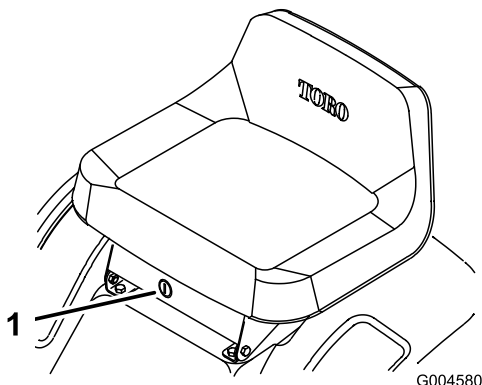

Bild 15
Hvis du skal bruge kraftudtaget, mens du bakker, kan du slå denne sikkerhedsfunktion fra ved hjælp af KeyChoice-kontakten, der er placeret nær sædebeslaget (Bild 15).
2. Sæt KeyChoice-nøglen i kontakten (Bild 15).